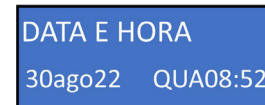

Figura 23
2. Para ajustar data e horário do Gerador de Cloro **EASYCLOR PRO**, o usuário deve navegar pelo menu principal com as teclas “para cima” ou “para baixo” até encontrar a função “DATA E HORA” (Figura 23).